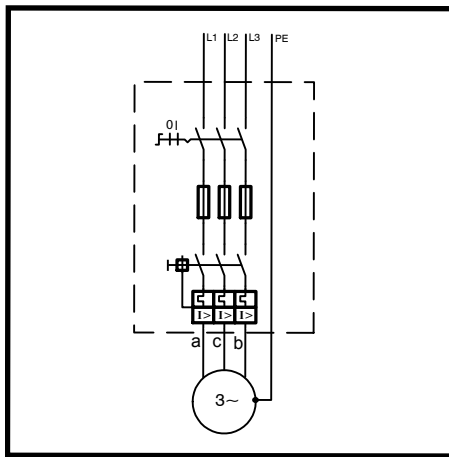

Fig.: 14
1. Conexão trifásica, ver (Fig. 14). Ligar o motor de tal forma que o sentido de rotaçao seja o mesmo do agregado. A conexão mostra a comutacão normal com a rotaçao a direita e uma outra no sentido anti-horário.